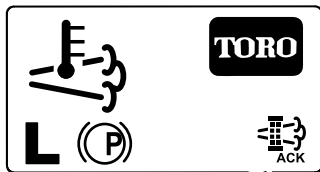

Bild 62
8. Im InfoCenter wird der Homebildschirm angezeigt; das Symbol für die Bestätigung der Regenerierung (Bild 62) wird unten rechts auf dem Bildschirm angezeigt, wenn die Regenerierung ausgeführt wird.